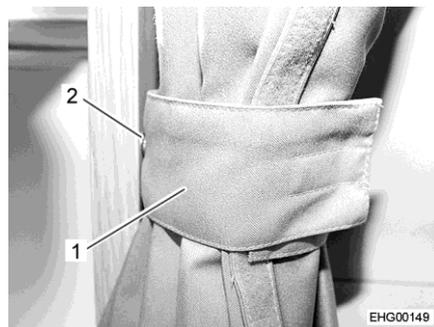

Fig. 4 Cortina oscurecedora, retenida
- Retener ambas mitades de la cortina oscurecedora con el lazo (Fig. 4,1) y el botón de presión (Fig. 4,2).